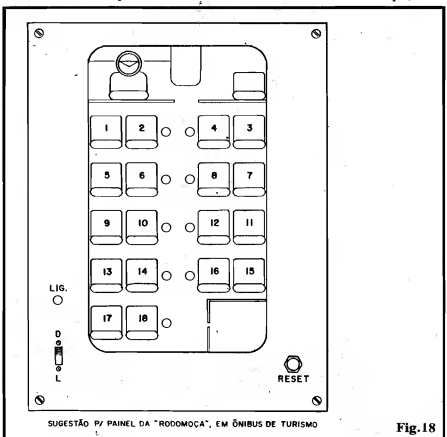

Fig. 18
- FIG. 18 - PAINEL PARA CENTRAL DE QCP EM ÔNIBUS DE TURISMO - Acreditamos que, insta-